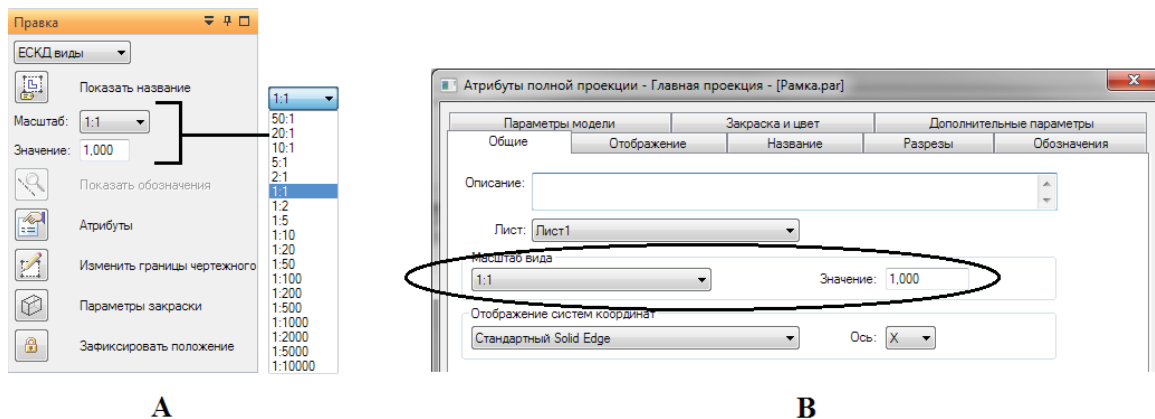

Рис. 2.9.34. Изменение масштаба видов
Масштаб вида можно изменить в меню команды **Правка**, выбрав значение из списка либо задав его вручную при отсутствии в списке нужного значения (рис. 2.9.34, A). Еще один способ – задать значение масштаба на вкладке **Общие** в окне атрибутов вида (B).